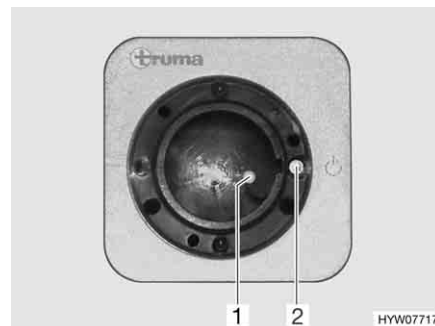
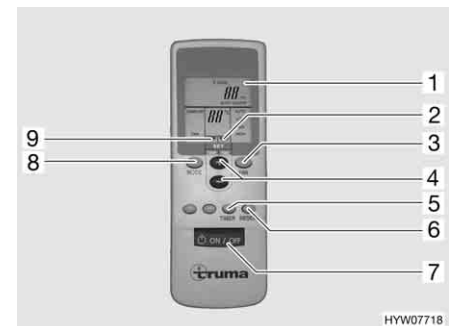

Bild 154 Mottagare
Bild 155 Fjärrstyrning
- Slå på fjärrstyrningen med brytaren (Bild 155,7). Den gröna kontrollampan (Bild 154,1) indikerar kylningsläge.
- Ställ in önskat driftläge med knappen (Bild 155,8).
- Ställ, vid behov, in önskad fläkteffekt och rumstemperatur med knapparna (Bild 155,3 och 4). Pilen (Bild 155,9) visar valt inställningsläge.
- ▷ På mottagaren finns det dessutom en knapp (Bild 154,2) med vilken klimatanläggningen kan slås på och av även utan fjärrstyrning. När klimatanläggningen slås på med denna knapp väljs automatiskt det driftläge som senast var inställt på fjärrstyrningen.
- Tryck på knappen (Bild 155,7) på fjärrstyrningen igen för att stänga av.
- Programmering: Slå på klimatanläggningen med knappen (Bild 155,7) på fjärrstyrningen.
- Ställ in önskat driftläge och rumstemperatur med knapparna (Bild 155,8, 3 och 4).
- Välj önskad funktion (Bild 155,1) med knappen (Bild 155,5):
- Välj önskad kopplingstidpunkt (1 till 15 timmar) med knapparna (Bild 155,4). Pilen (Bild 155,2) blinkar och visar inställningsläget.
- ▷ Med knappen (Bild 155,6) sänds fjärrstyrningens inställningar återigen till mottagaren.